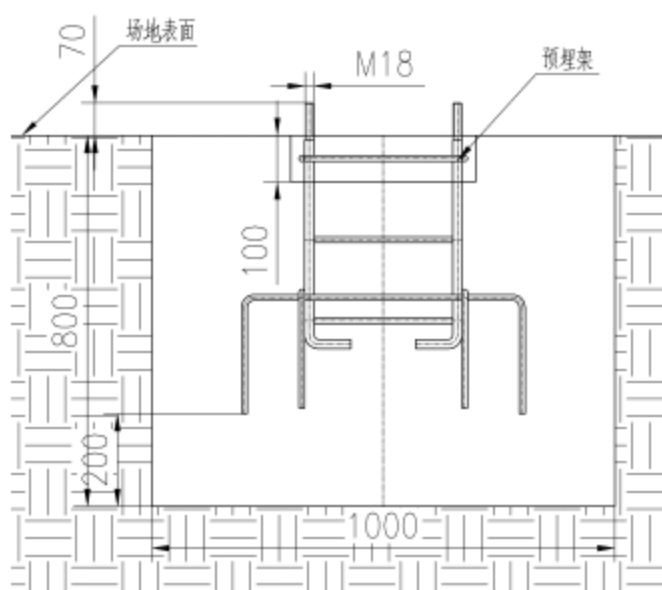

图4
3)将预埋架放入混凝土基坑中(如图4),保证预埋架与场地表面垂直,预埋架埋入尺寸如图4所示;(注:注意器材的安装方向由预埋架的放置